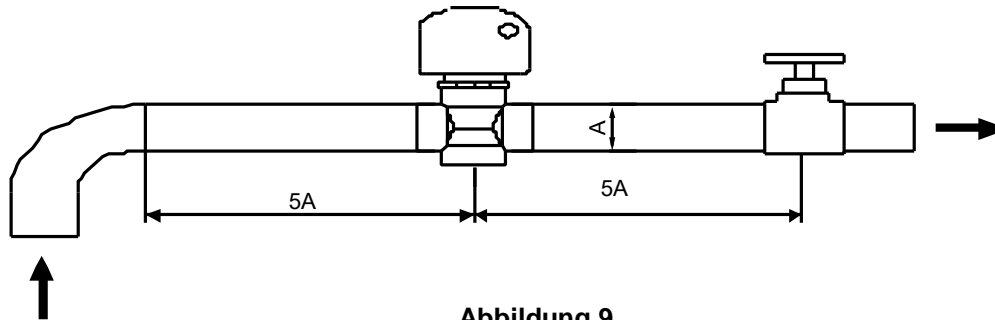

Abbildung 9
- Beim Transport dürfen die Wasserzu- und -ableitungen nicht zum Aufhängen verwendet werden, sondern nur die Löcher am Träger des Sockels, siehe Abbildung 9.